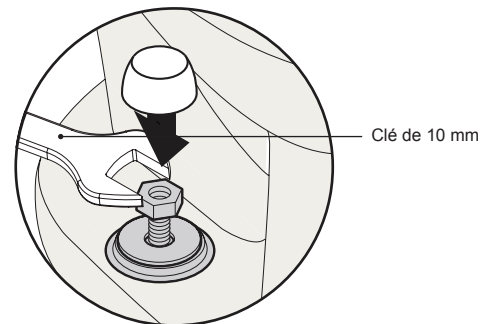

Figure 7
- ❷ Une fois que l'écrou de bol a été enfilé sur le T-boulon, utiliser une clé de 10 mm pour serrer l'écrou de bol (Figure 7).